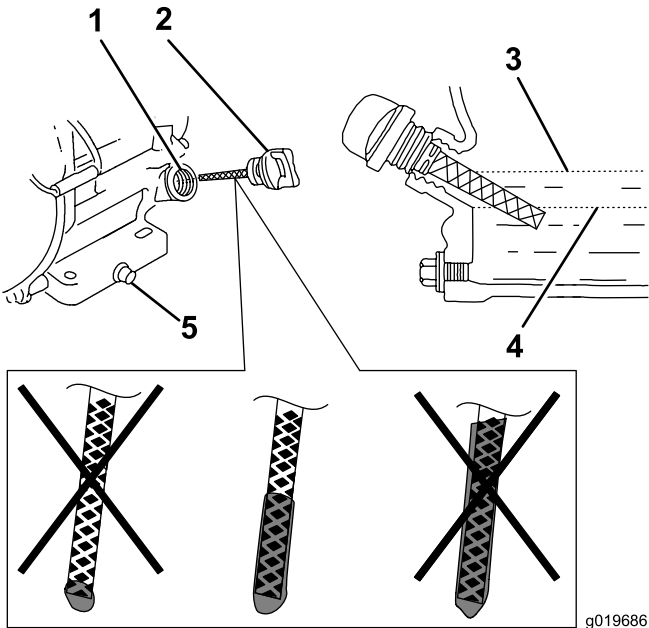

Figura 6
3. Limpie alrededor del tapón de llenado/varilla de aceite (Figura 6).
4. Retire el tapón de llenado/varilla girándolo en sentido antihorario (Figura 6).
- Nota:** Si el nivel de aceite está en o cerca de la marca inferior de la varilla, añada solamente suficiente aceite del tipo especificado para que llegue a la marca superior (borde inferior del orificio de llenado de aceite); consulte Figura 6.
7. Compruebe el nivel de aceite (Figura 6).
8. Instale el tapón de llenado/varilla y limpie cualquier aceite derramado (Figura 6).